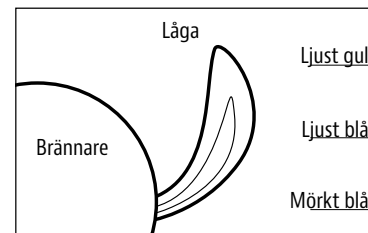

FIG. 3
9. Iaktta brännarens låga efter tändning. Se till att alla brännarportar är tända och att lågans höjd överensstämmer med illustrationen. **Fig. 3.**